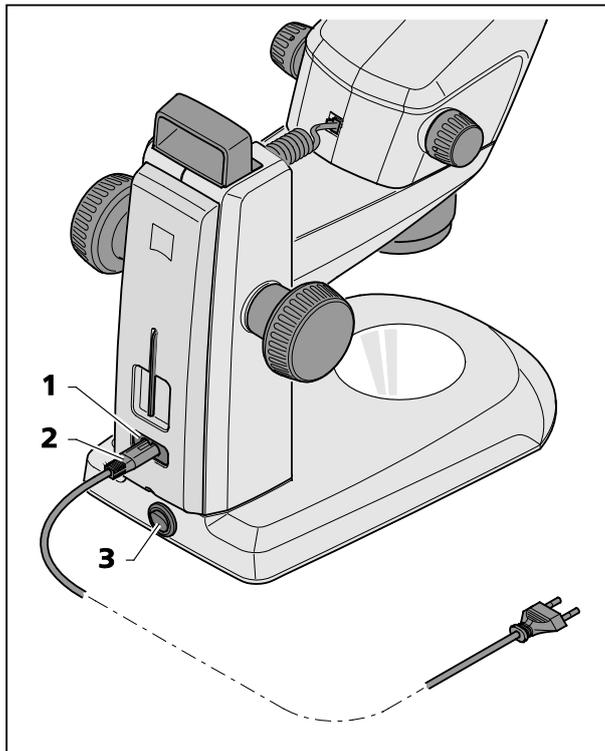

Bild 17 Stereomikroskop anschließen
- Das Netzkabel (Bild 17/2) in die Netzanschlussbuchse (Bild 17/1) des Stativs einstecken.
- Netzkabel (Bild 17/2) an eine Netzsteckdose anschließen.
- Das Stereomikroskop mit dem Netzschalter (Bild 17/3) ein- bzw. ausschalten.